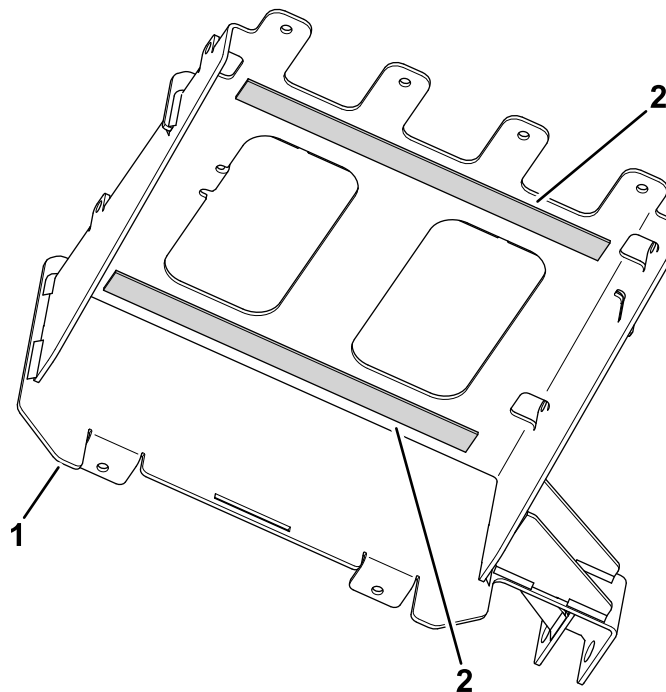

Figura 19
3. Installate 2 strisce in spugna (37 cm) sulla piastra di supporto inferiore (Figura 19).